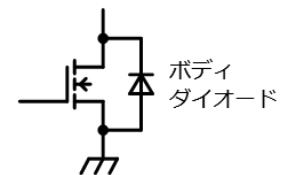

図 4-4 内部等価回路
1) MOSFET ではその構造上、ソース・ドレイン間に寄生素子として PN 接合ダイオード（ボディーダイオード）が図 4-4 のように形成されます。このためボディーダイオードダイオードに電流を流して使用される場合には、その発熱についてご注意ください。